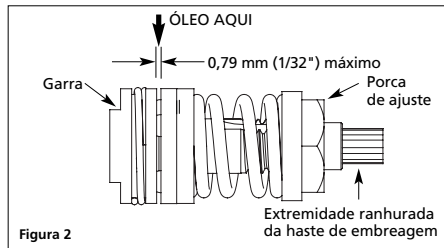

Figura 2
5. Enxágüe o espaço entre a haste de embreagem e a garra com óleo para ferramentas pneumáticas (veja a figura 2). A garra deve girar livremente 1/8 de volta e não deve ter um jogo final superior a 1/32".